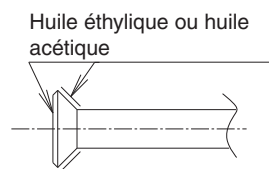

Fig. 7
- Appliquez de l'huile éthylique ou de l'huile acétique sur l'évasement (à l'intérieur et à l'extérieur) en cas d'utilisation de raccords à écrou évasé, puis faites-leur effectuer 3 à 4 tours à la main. (Reportez-vous à la Fig. 7)